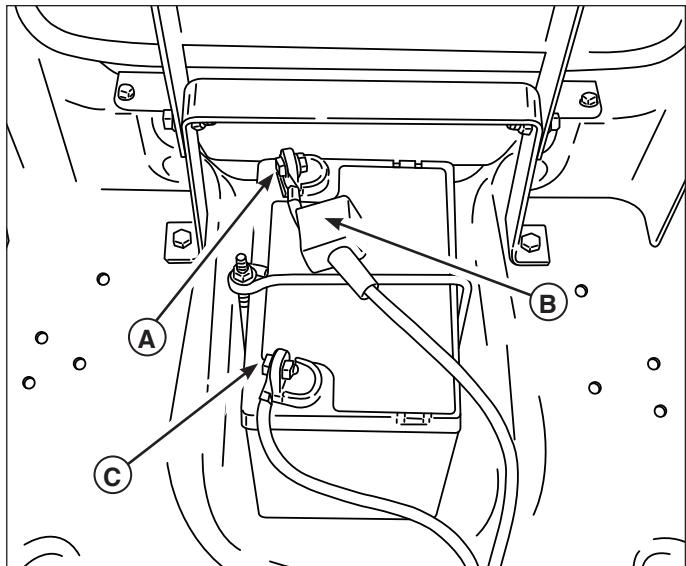

Figura 21. Compartimiento de la batería
1. Desconecte los cables de la batería; el cable negativo primero (**C**, Figura 21).